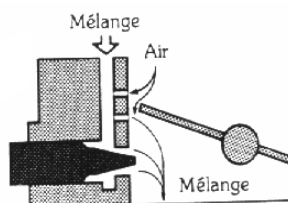

Fig.10
- Début de progression (figure 10)